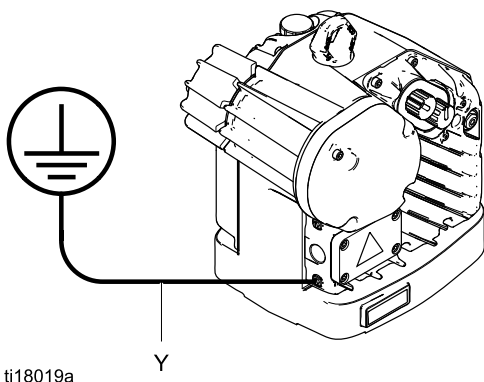

Figure 5 接地导线
2. 连接接地导线。参见图 5。松开接地螺丝，连接接地导线 (Y, Graco 零配件 222011, 不包含)。牢牢地拧紧接地螺丝。将接地导线的另一端连接到真正的大地接地点上。